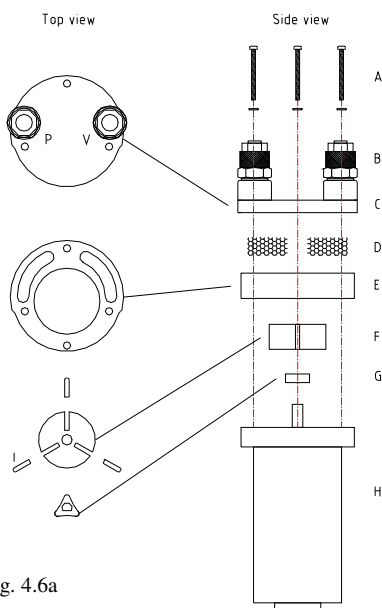

Fig. 4.6a
Als de capaciteit van de luchtpomp afneemt, moeten de filters in de pomp schoongemaakt worden. Hiervoor moet de pomp uit het elektracompartiment worden gehaald. Verwijder vervolgens de 3 schroeven van de pompkop en haal de 2 filters(D) eruit. Reinig de filters met leidingwater en laat ze goed drogen. LET OP!, zet de pomp op dezelfde wijze in elkaar als hoe deze uit elkaar is gehaald. Zie fig.4.6a hiernaast.